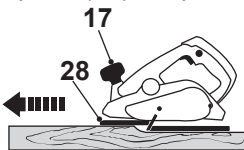

Fig. 8
- > Coloque la base frontal (28) plana sobre la pieza de trabajo y deslice el producto hacia delante a velocidad constante (Fig. 8). Se recomienda probar la profundidad de corte en un trozo de material de descarte y verificar que es la que debe ser.